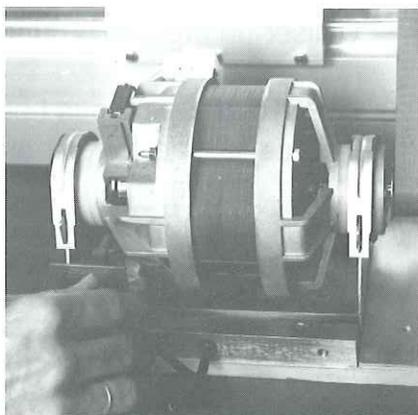

Fig. 18
- 2 - Desserrer les 4 vis de fixation du moteur sur la platine. Tendre la courroie à l'aide de la vis T en vissant dans le sens des aiguilles d'une montre et dans le sens inverse pour la détendre si nécessaire (fig. 18).